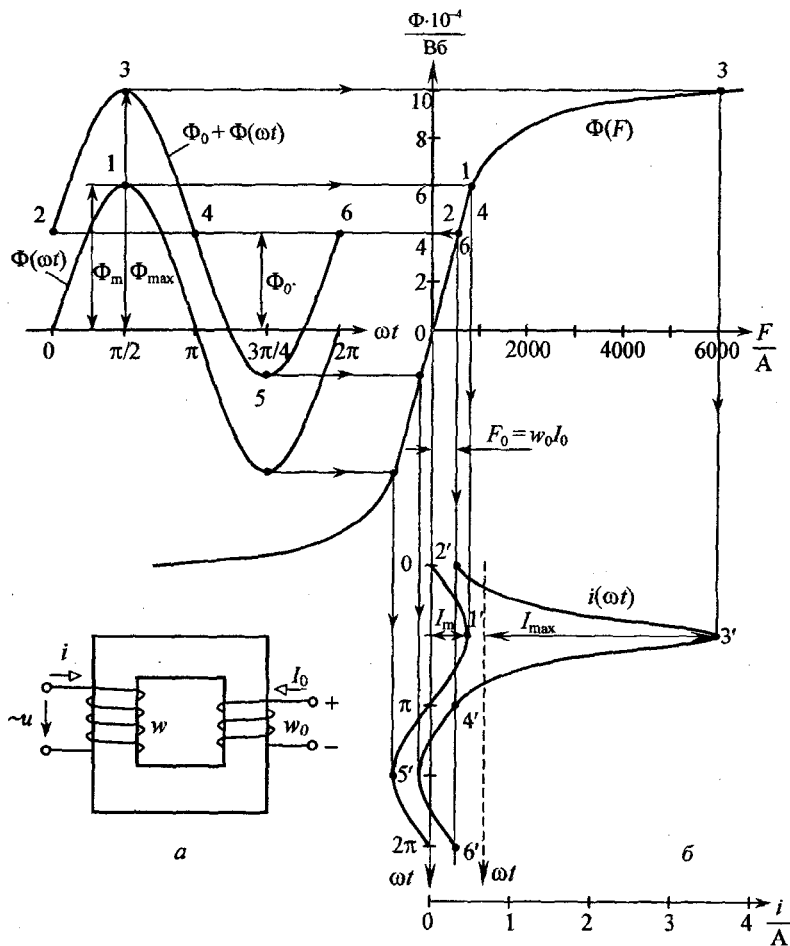

Рис. 2.13
**Задача 2.14.** К зажимам катушки с ферромагнитным сердечником, имеющей число витков  $w = 1650$ , подано напряжение  $u = 311 \sin 314t$  В. Активное сопротивление обмотки  $R$  пренебрежимо мало. На сердечник, кроме того, помещена подмагничивающая обмотка с числом витков  $w_0 = 1000$ , питаемая постоянным током  $I_0 = 0,5$  А (рис. 2.13, а). Зависимость между магнитным потоком в сердечнике и полной магнитодвижущей силой катушки задана табл. 2.5.
Диаграмма  $\Phi(\omega t)$  приведена на рис. 2.13, б.
Так как зависимость  $\Phi(F)$  на участке до  $\Phi = 6 \cdot 10^{-4}$  Вб практически линейна, то ток  $i$  изменяется также синусоидально. На рис. 2.13, б показано построение точки 1' кривой тока  $i(\omega t)$ , когда  $\Phi = \Phi_m$  (точка 1).
Для построения диаграммы  $i(\omega t)$  задаемся значениями потока (точки 2, 3, 4, 5, 6) и с помощью веберамперной характеристики находим соответствующие значения тока (точки 2', 3', 4', 5', 6' рис. 2.13, б). Ток  $i$  не содержит постоянной составляющей, поэтому для определения его амплитуды и действующего значения проводим ось времени (штриховая линия), чтобы среднее значение  $i(\omega t)$  за период было равным нулю, тогда амплитуда тока  $I_{\max} = 2,95$  А.